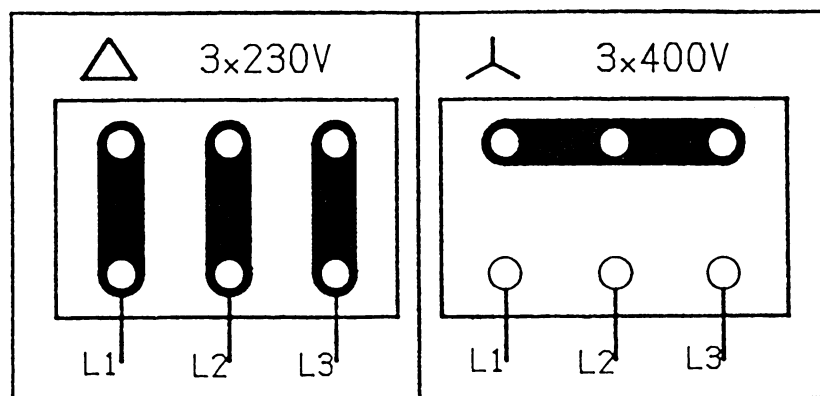

Рис. 2
- Подключение трехфазных двигателей производится согласно рис. 2 (схема подключения также приведена в клеммной коробке).